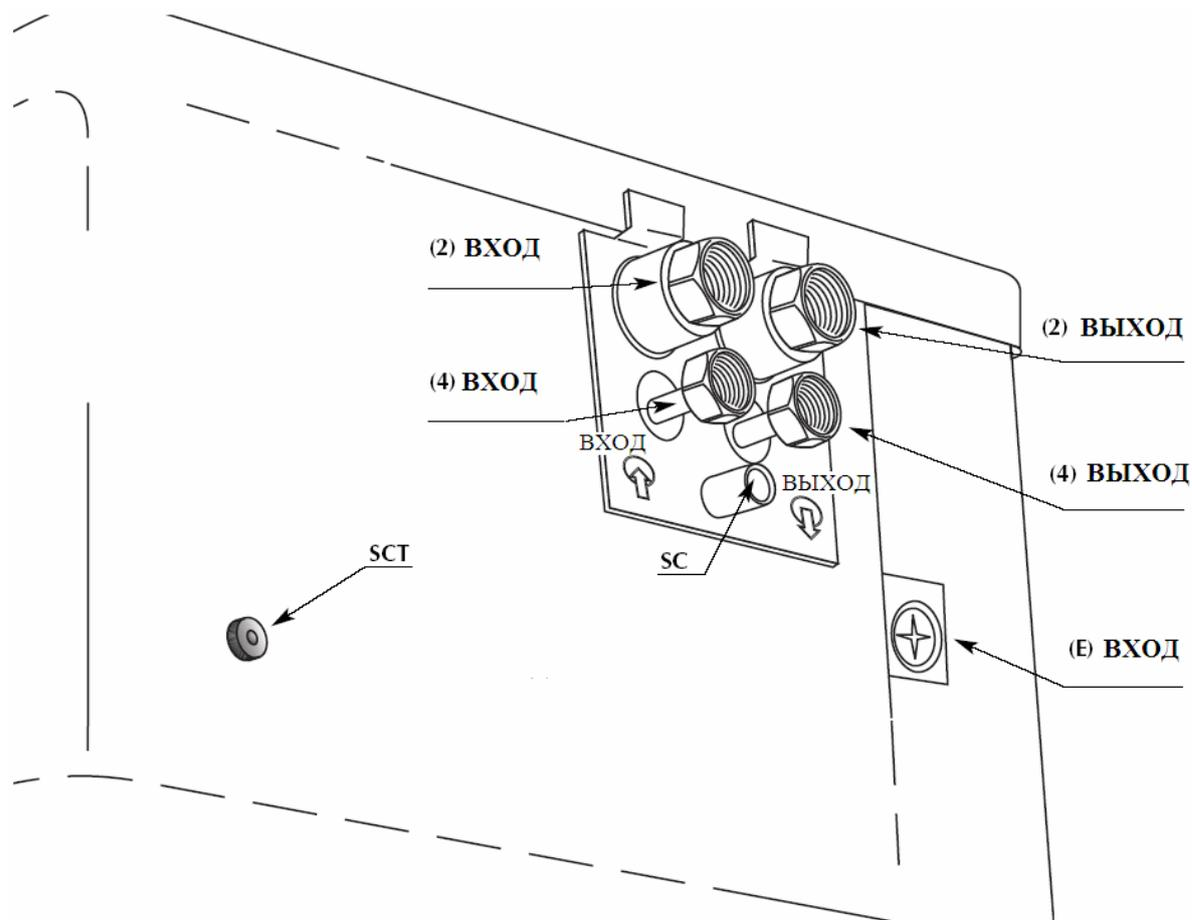

Рис. 4
- Выньте корпус из полистирола (рис. 4). (Корпус не привинчен к доводчику.)